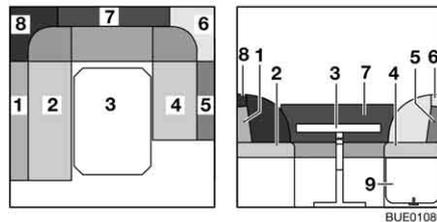

Bild 97 Vor dem Umbau
- Tisch (Bild 97,3) zum Bettunterbau umbauen (siehe Abschnitt 6.11).
- Bettkasten-Verlängerung (Bild 97,9) entriegeln und nach oben klappen.